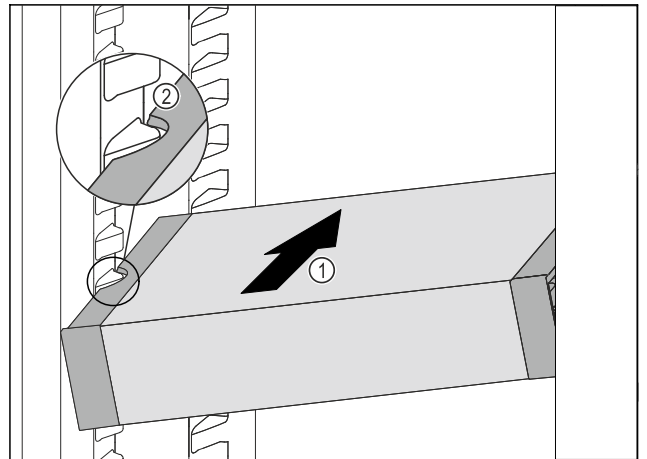

Fig. 96
- ▶ 将 VarioSafe 斜插入冷藏区中 Fig. 96 (1)，直至 VarioSafe 的侧部凹槽 Fig. 96 (2) 与冷藏区中的容器肋梁持平。